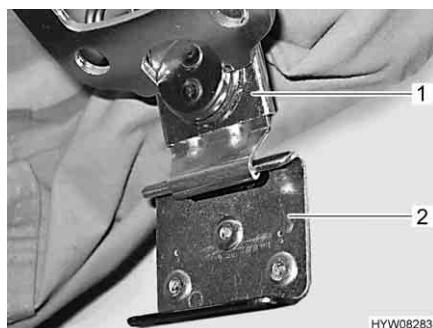

Fig. 45 Bloccaggio
- Tirare verso il basso sui due lati la serratura rapida (Fig. 45,1) e agganciarla nella piastrina di sostegno (Fig. 45,2) (Fig. 45).